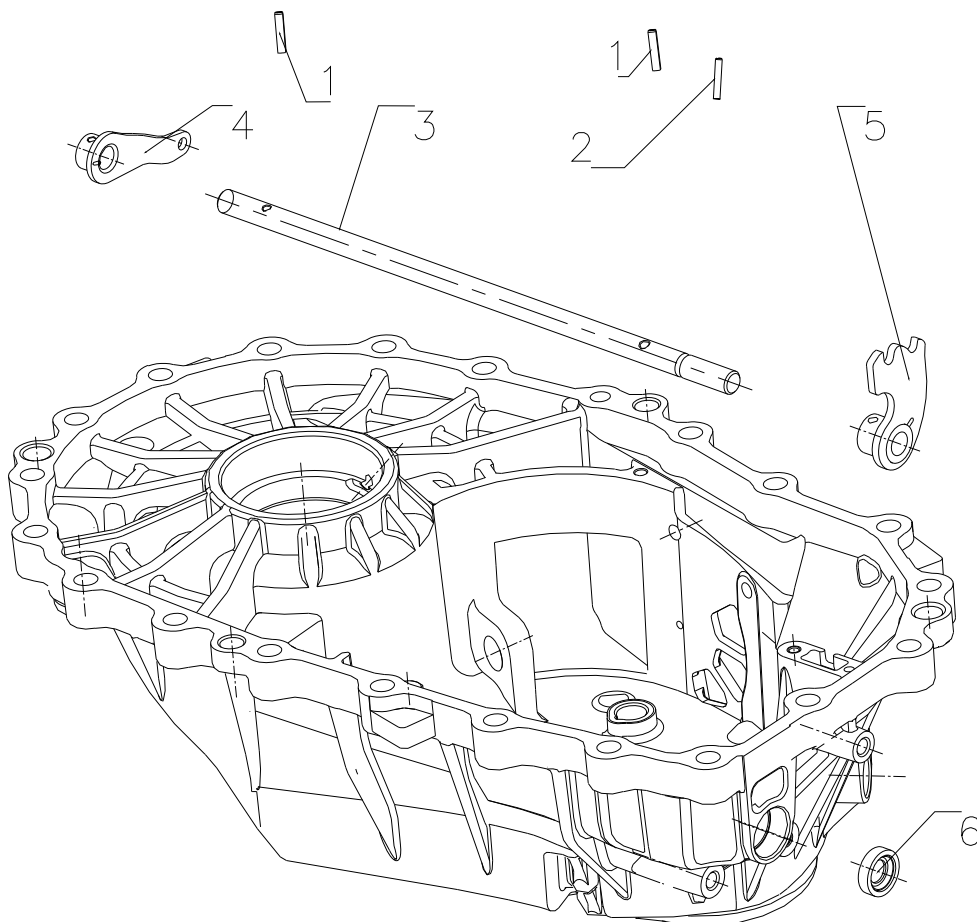

图15
c) 检查 P 档传动轴 (3)、推杆转轴连接件 (4)、定位板 (5) 是否有损坏, 如果有损坏, 请将后箱体上其它可拆卸的零件拆卸下来后, 连同后箱体一起更换 (传动轴与后箱体为死连接); 检查 P 档电机油封 (6) 是否有损坏, 如有损坏, 请更换 P 挡电机油封; (见图 15)